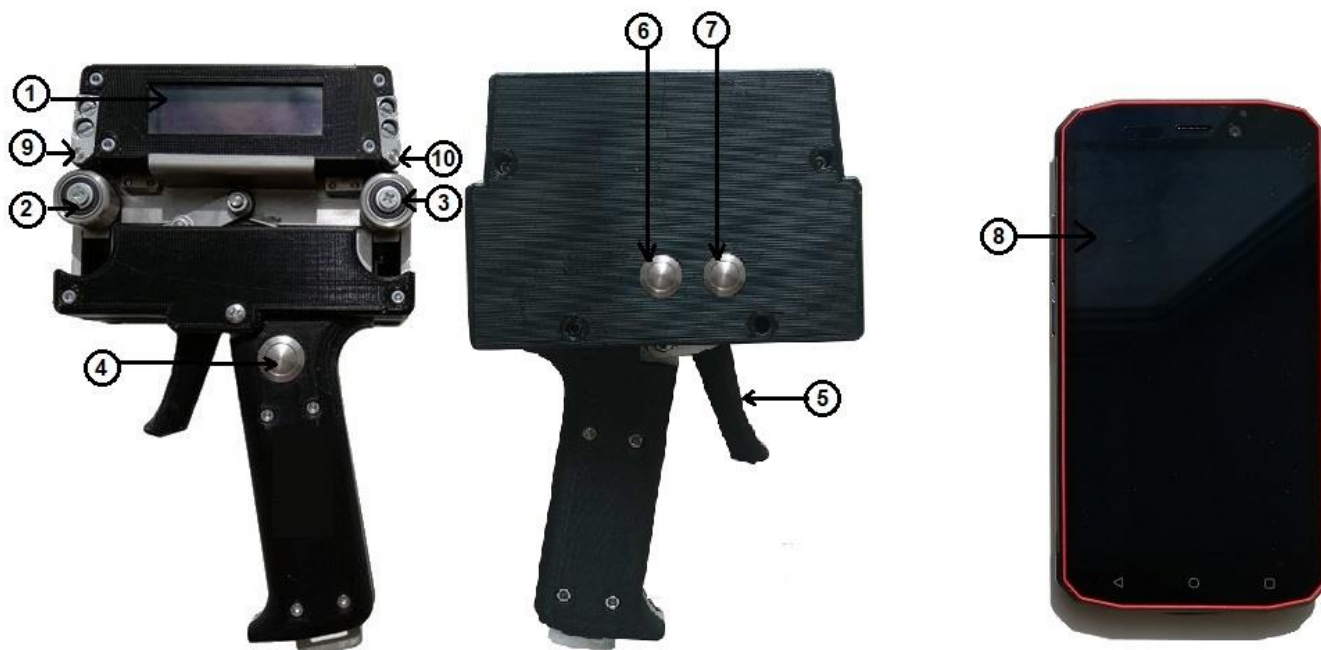

Рисунок 1. Внешний вид ИЗДЕЛИЯ.
2.3.3. Внешний вид ИЗДЕЛИЯ представлен на Рис.1.
На Рис.1 цифрами отмечены: